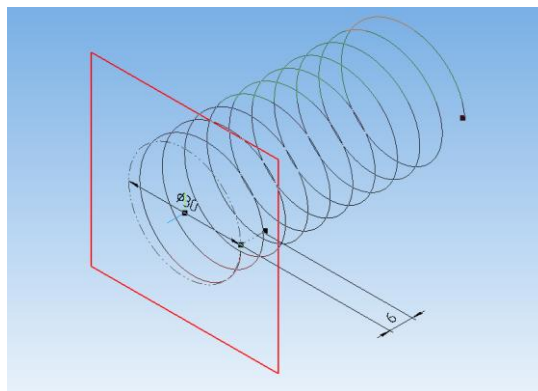

Рис. 10.1. Спираль
1. Выделяем плоскость ху, при ориентации XYZ. На панели Пространственные кривые выбираем команду Спираль цилиндрическая  (рис. 10.1)